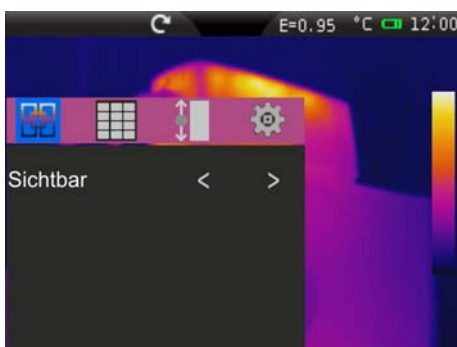

Abb. 42: Einstellung und Anzeige des visuellen Bildes
- **Sichtbar** → Anzeige nur des visuellen Bildes (siehe Abb. 42)